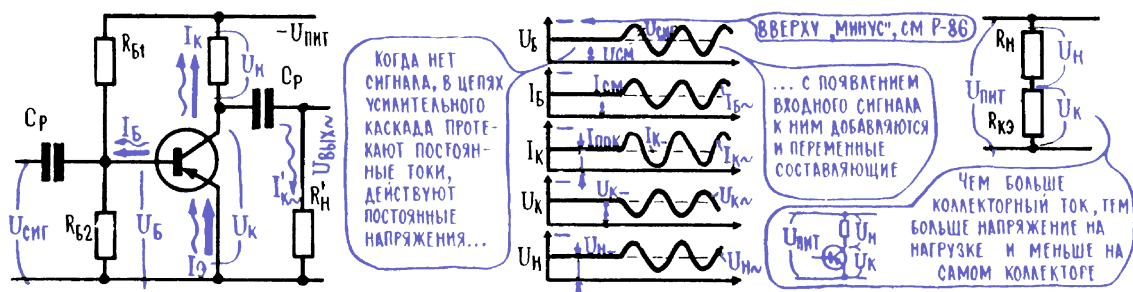

Рис. 10.4. Включение транзистора для усиления переменного сигнала
Точно подобрав величину начального смещения, можно попробовать установить такой режим транзистора, при котором, по крайней мере, не будут «отрезаться» куски сигнала и не будет связанных с этим огромных нелинейных искажений. Однако же неизбежной платой за неискаженный сигнал станет некоторый напрасный расход энергии батареи, в частности начальный ток смещения $I_{см'}$, а вместе с ним постоянный ток в коллекторной цепи – ток покоя $I_{пок}$ – будут потреблять энергию даже в том случае, когда сигнала нет («молчание перед микрофоном»; рис. 10.4).
7. Меняющийся коллекторный ток создает на нагрузке меняющееся напряжение. Коллекторный ток, по сути дела, есть сумма переменной составляющей $I_{к-}$ и постоянной $I_{к'}$, которая при отсутствии сигнала равна току покоя $I_{пок}$ (рис. 10.4). Ток покоя появился в коллекторной цепи под действием постоянного смещения на базе $U_{см'}$, а переменная составляющая – под действием оруduющего на базе сигнала $U_{сиг}$. В случае необходимости переменную составляющую коллекторного тока, точнее часть ее, можно отделить, ответить в сторону с помощью простейшего RC-фильтра (гл. 6; 17) и получить таким образом усиленный сигнал $U_{вых}$ в чистом виде.